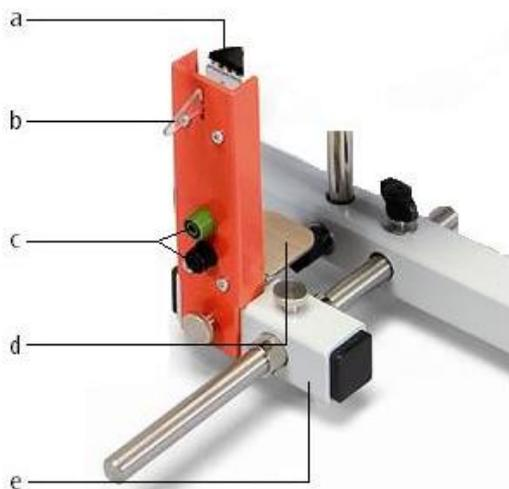

Fig. 1 Montage de l'unité Démarrage/Arrêt : a Pointeur, b Levier de déclenchement, c Bornes pour starter, d Tube statif, e Console pour capteur réflexe laser
### 6.1 Montage (voir fig. 1 et fig. 2)
L'unité Démarrage/Arrêt et le capteur réflexe laser permettent des mesures précises sur des segments angulaires définis (voir fig. 1). Le levier (8) permet le déverrouillage mécanique de la poulie tournante et, en même temps, ouvre un contact entre les bornes (6) et déclenche la mesure de temps. Le capteur réflexe laser permet un arrêt sans contact ni temporisation de la mesure.